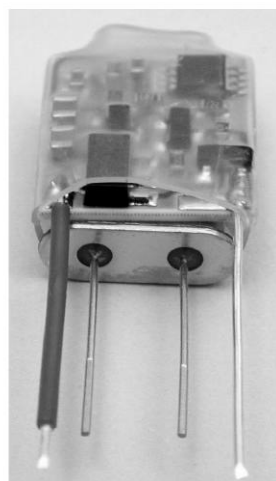

Bild 2
2. Schaltung auf den Quarz aufschumpfen (Bild 2), wobei auf nicht zu hohe Temperatur zu achten ist.